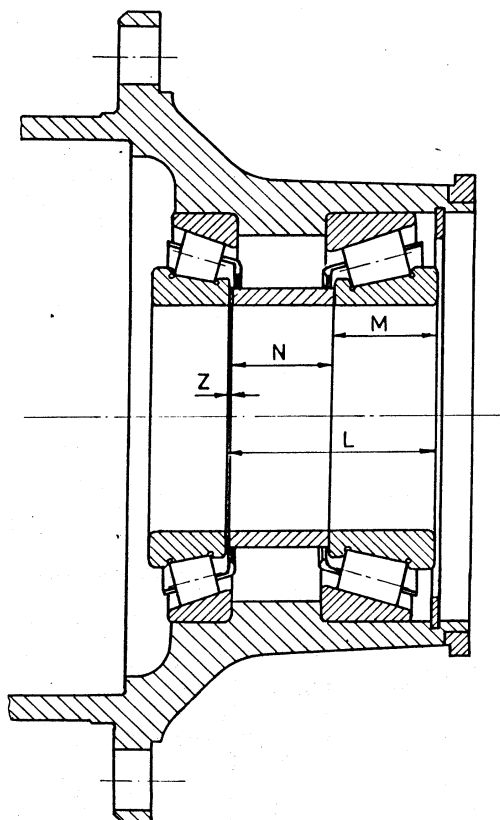

Рис. 4. Размеры для расчета сборки ступицы
2. Ступицу положить на внутреннее кольцо наружного подшипника (с использованием соответствующей прокладки) так, чтобы можно было замерять размеры, необходимые для расчета толщины прокладок, вставляемых между распорную втулку и наружный подшипник. Эти прокладки обеспечивают регламентируемый натяг подшипников ступицы колеса, который должен быть $\pm 0,05$ мм (рис. 4).